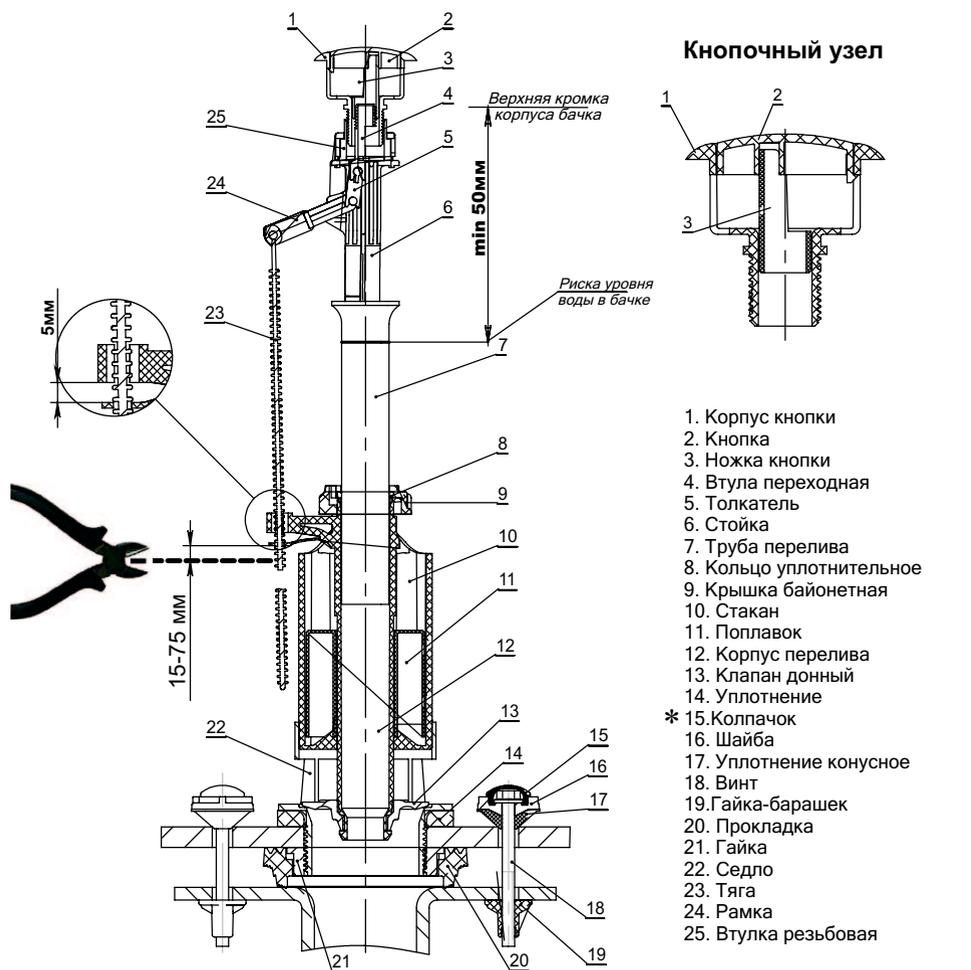

Рис. 1 - Клапан выпуска
Во избежание течи из-под прокладки 20 (см. рис.1) крепежные гайки-барашки 19 затягивайте равномерно с каждой стороны.
Присоедините тягу к корпусу перелива, при необходимости обрежьте ее в размер, указанный на рис.1.
2. После регулировки уровня воды в бачке отрегулируйте трубу перелива 7 (см. рис.1). Для этого отверните крышку байонетную 9 и переместите трубу перелива в положение, при котором риска на трубе соответствует уровню воды в бачке. Затяните байонетную крышку. В случаях, когда не удается установить трубу перелива на соответствующий уровень воды (в низких бачках), удалите ее вместе с крышкой байонетной 9 и кольцом уплотнительным 8.